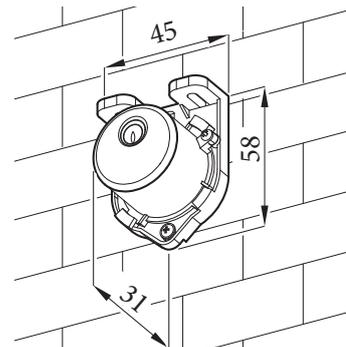

Fig. 1-6
- Sonda esterna di temperatura (Fig. 1-6). Questa sonda è collegabile direttamente all'impianto elettrico della caldaia e consente di diminuire automaticamente la temperatura massima di mandata all'impianto all'aumentare della temperatura esterna in modo da adeguare il calore fornito all'impianto in funzione della variazione della temperatura esterna. La sonda esterna agisce sempre quando connessa indipendentemente dalla presenza o dal tipo di termoregolatore utilizzato e può lavorare in combinazione con entrambi i termoregolatori. Il collegamento elettrico della sonda esterna deve avvenire ai morsetti G e J sulla morsetteria di allacciamento X86 della caldaia (Fig. 3-3).